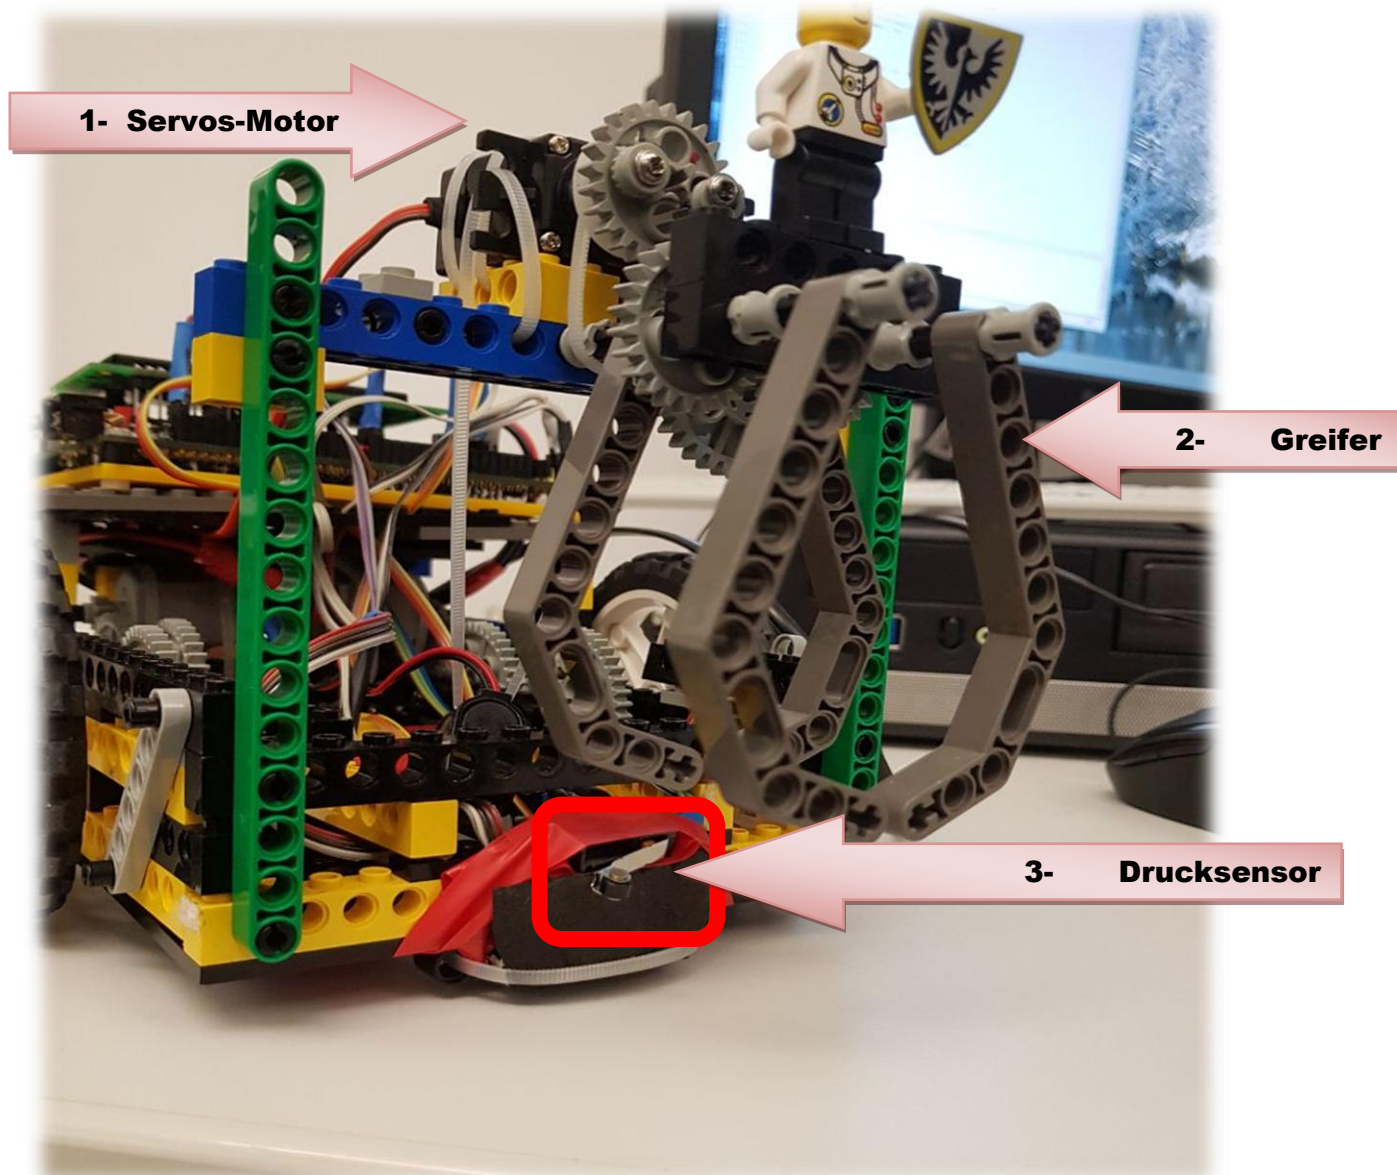

Abbildung 3: Servos-Motor (1), Greifer (2), Drucksensor (3)
| Abbildung 3: Servo-Motor (1), Greifer (2), Drucksensor (3)..... | 6 |